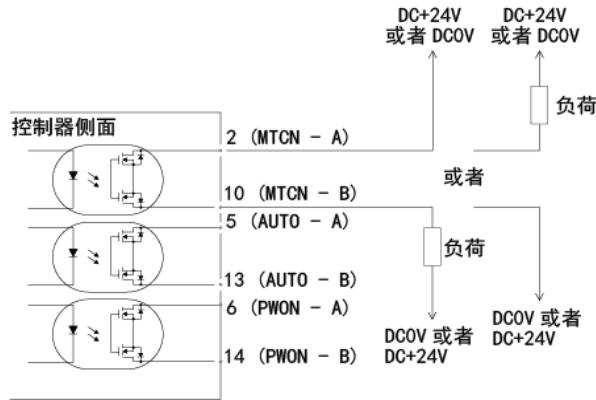

图33
电压和电流规格·外加电压 (V) \leq DC+30V·工作电流 (Ip) \leq 100mA关于连接, 请参考图33。输出电路单独需要电源 (DC+24V) (未随附/由最终用户准备)。